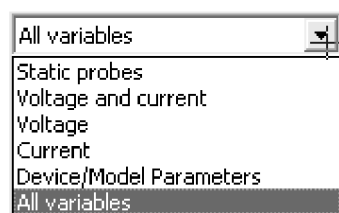

图 5-5 变量类型选择表
1) Variables in circuit 栏：用于选择电路变量。栏内默认状态列出的是电路中可用于分析的节点以及流过电压源的电流等全部变量，如果不需要这么多的变量显示，可单击 Variables in circuit 下面选择栏的下箭头按钮，出现如图 5-5 所示的变量类型选择表。